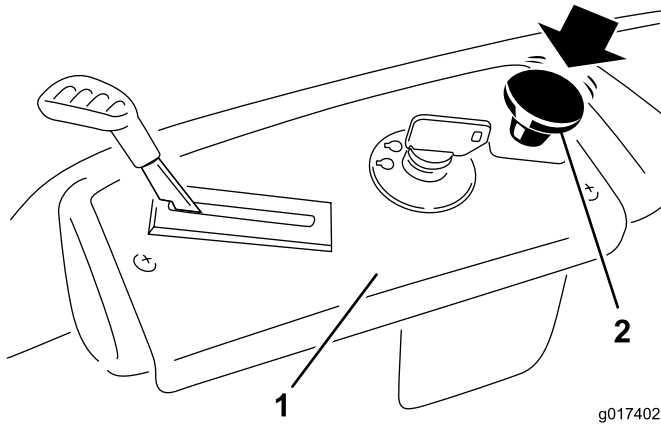

Figura 12
2. Desengrane las cuchillas moviendo el mando de control de las cuchillas a Desengranado (Figura 12)